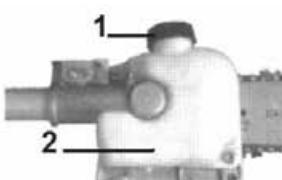

Fig.PP8
1. Coloque la barra de podar sobre una superficie limpia y plana, con la tapa de llenado de aceite orientado hacia arriba. Véase la Fig.PP8.